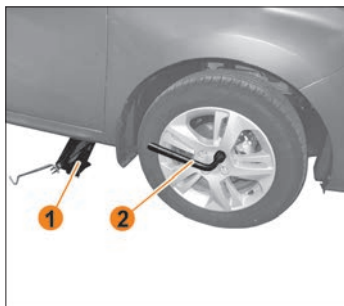

Рис. 9.5. Снятие колеса
- Ослабьте затяжку болтов крепления колеса колесным ключом **2** (рис. 9.5). Расположите его таким образом, чтобы можно было надавить сверху.